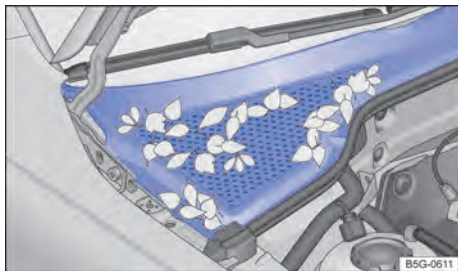

Fig. 181 Entre el vano motor y el parabrisas: caja de aguas (representación gráfica).
- La caja de aguas está ubicada en el vano motor, entre el parabrisas y el motor, y bajo una cubierta perforada → fig. 181. El aire ambiente es aspirado de la caja de aguas al interior del vehículo por medio del sistema de calefacción y ventilación o del aire acondicionado.